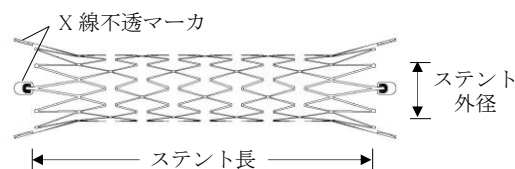

図 2
- 1) ステントの両端には X 線不透マーカが付いている (図 2)。